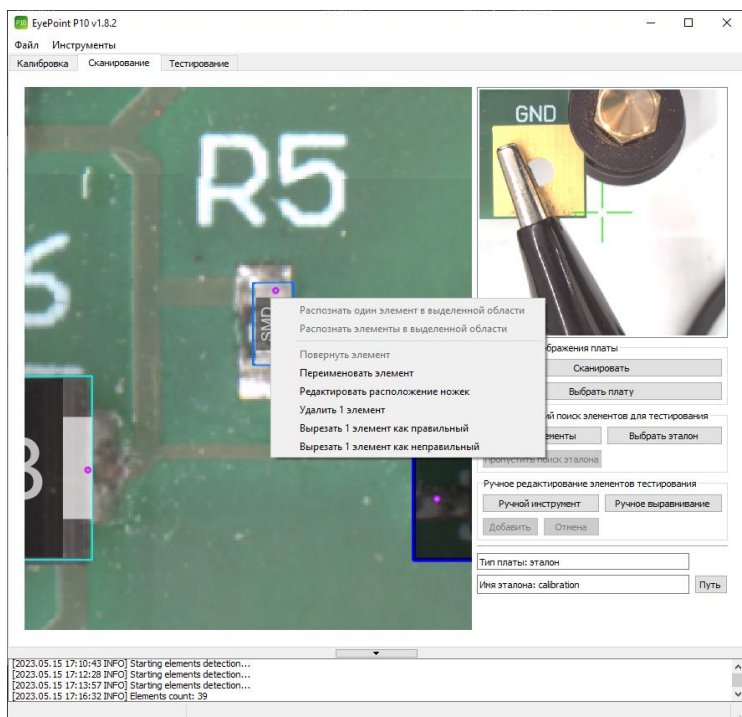

Рисунок 22. Меню редактирования элемента ПО EyePoint P10b.
2. Нажать на него правой кнопкой мыши для вызова контекстного меню и выбрать один из пунктов в зависимости от задачи (Рисунок 22).